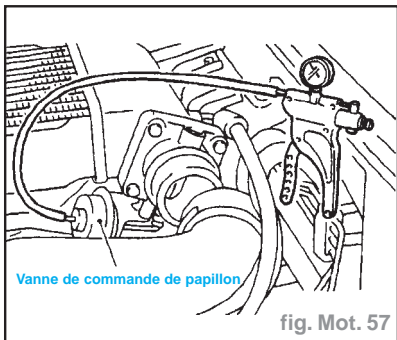

fig. Mot. 57
- Appliquer une dépression à l'orifice à dépression de la vanne de commande de papillon à l'aide d'une pompe à vide manuelle (fig. Mot. 57).